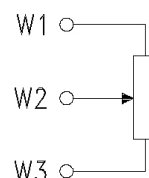

FIG. 1
1 KΩ. Il potenziometro presenta 0 ohm tra W3 e W2 e 1000 ohm tra W2 e W1 quando il servocomando è a scontro meccanico superiore (Vedi Fig.1) e una variazione di 50 ohm ogni mm di corsa in aumento tra W2 e W3 e in diminuzione tra W2 e W1.
- (1) Con tensione fra N (Comune) Y1 (fase dal contatto del regolatore): il giunto del servocomando si alza. Con tensione fra N e Y2 il giunto si abbassa. Senza tensione il servocomando rimane nella posizione assunta.
- (2) Per MVB36 collegare il cursore del potenziometro del regolatore (165 Ω) al morsetto Y, un laterale a M e l'altro a V+.
- (3) Con ponticello SW2 in posizione C, (vedi Fig.1) e con segnale in aumento, il giunto si muove verso il basso.
- (4) Collegare l'indicatore con ingresso in corrente ai morsetti S3 (o S2) e S1. Collegare l'indicatore con ingresso in tensione ai morsetti S3 (o S2) ed M. Il valore estremo sinistro di tensione (corrente) corrisponde a giunto alzato.